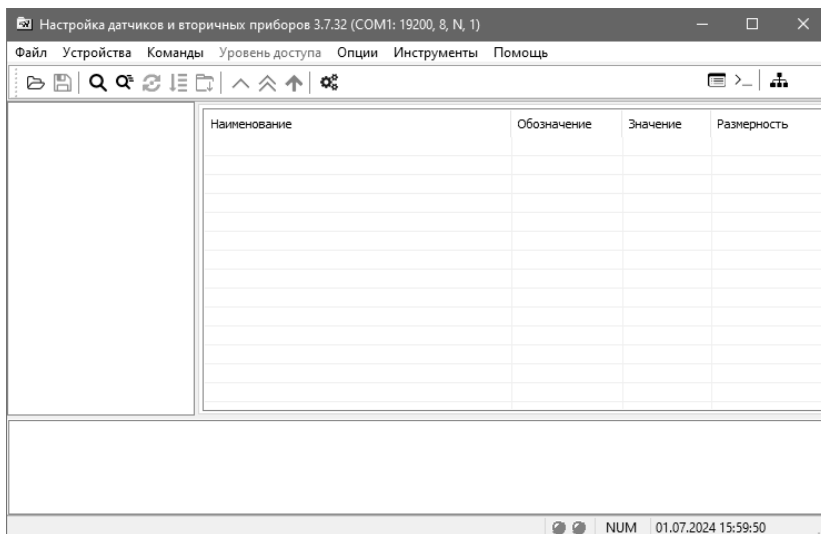

Рисунок 24 – Окно программы «Настройка датчиков и вторичных приборов»
3.7.6 Запустить программу «Настройка датчиков и вторичных приборов» (рисунок 24).